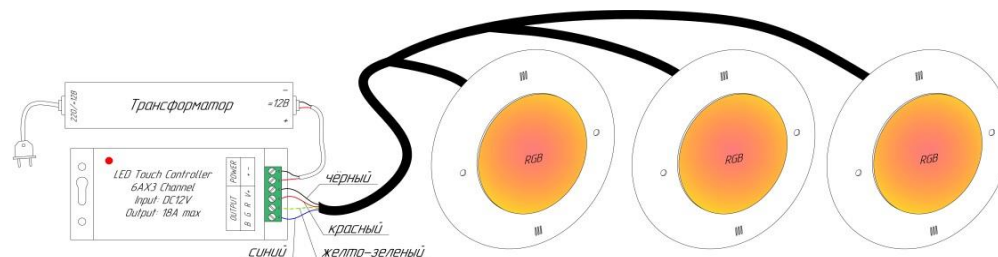
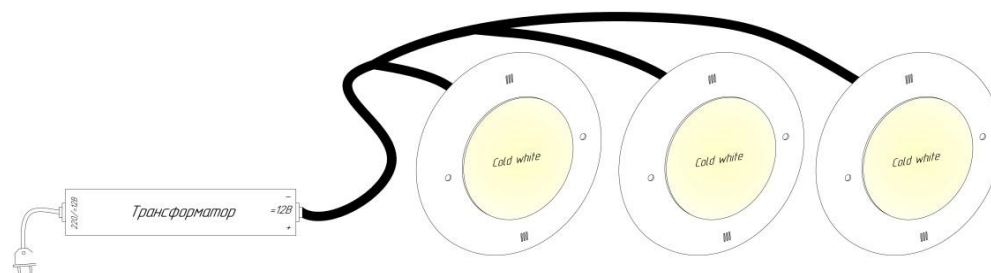

Рис.2 Подключение прожектора светодиодного RGB 25 Вт, 12В (арт. P11-04)
Рис.3 Подключение прожектора светодиодного «Холодный» белый 25 Вт, 12В (арт. P11-04.1)
5.5. Подключить прожектор согласно приведенной электрической схеме рис. 2 для арт. P11-04, рис. 3 для арт. P11-04.1.